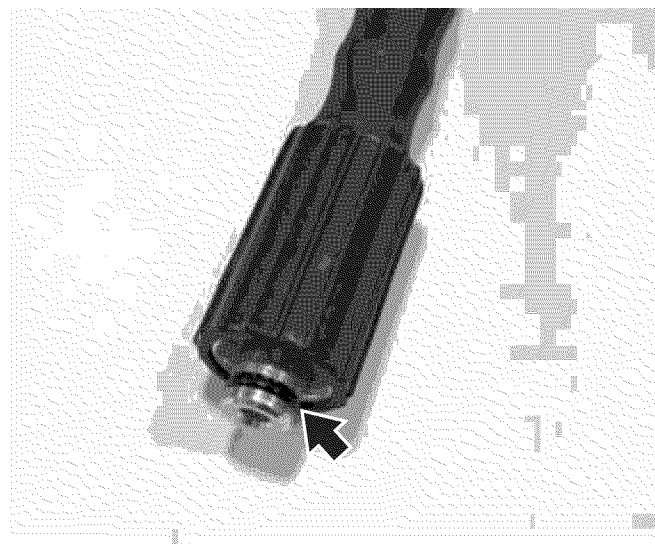

Figura 15 – Juntas tóricas de manguera de alta presión
13. Inspeccione las juntas tóricas a ambos lados de la manguera de alta presión. Humedezca las juntas tóricas con agua (Ver Figura 15).